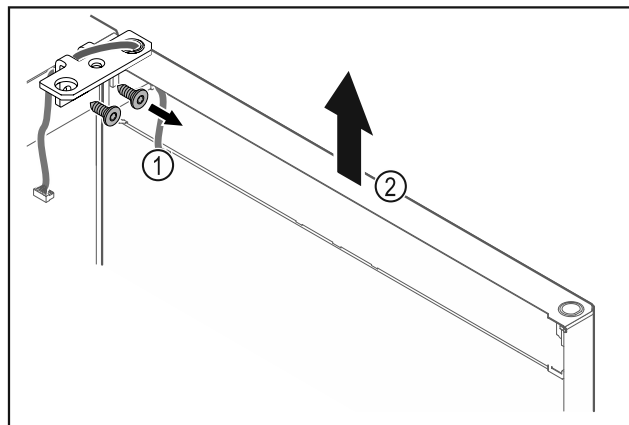

Fig. 12
- Csavarozza le a csuklópántot Fig. 12 (1).
- Az ajtót a csuklópánttal Fig. 12 (2) együtt emelje meg felfelé kb. 200 mm-rel, majd vegye le.